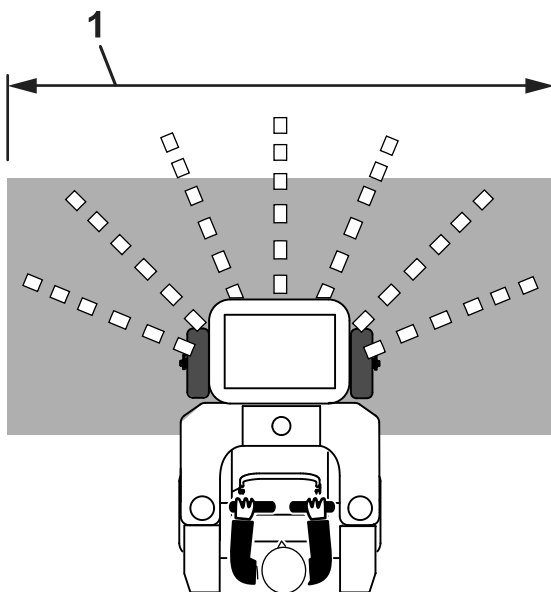

Figura 31
4. Abra el control de la compuerta de la tolva para empezar a esparcir el material granular (Figura 31).